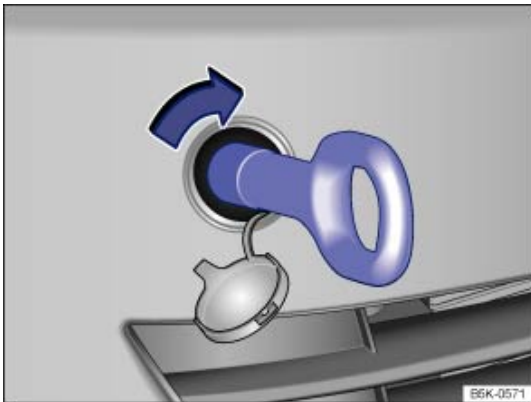

Fig. 257 Dans le pare-chocs avant, côté droit : vissage de l'œillet de remorquage.
Le logement prévu pour l'œillet de remorquage à visser se trouve dans le pare-chocs avant côté droit, derrière un cache → Fig. 257.
- Vissez l'œillet de remorquage aussi fermement que possible dans son logement → Fig. 257 en le tournant **dans le sens des aiguilles d'une montre** → . Utilisez un objet approprié permettant de visser complètement et fermement l'œillet de remorquage dans son logement.